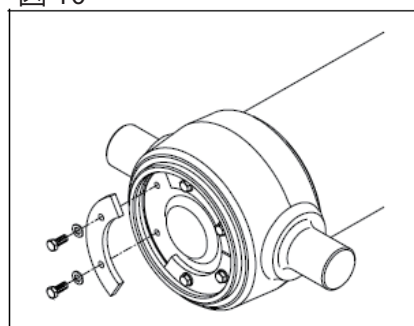

図12
- ベース・チューブからテコで動かす様にボトム・プレートの中の2つのボルトを使います。(図12)